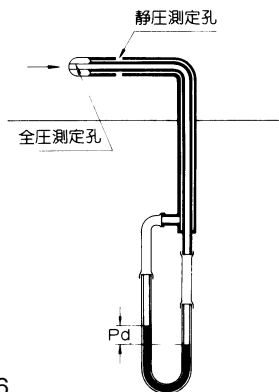

図6
① 静圧および動圧を同時に測定する場合のピトー管の構造は図6のようになります。